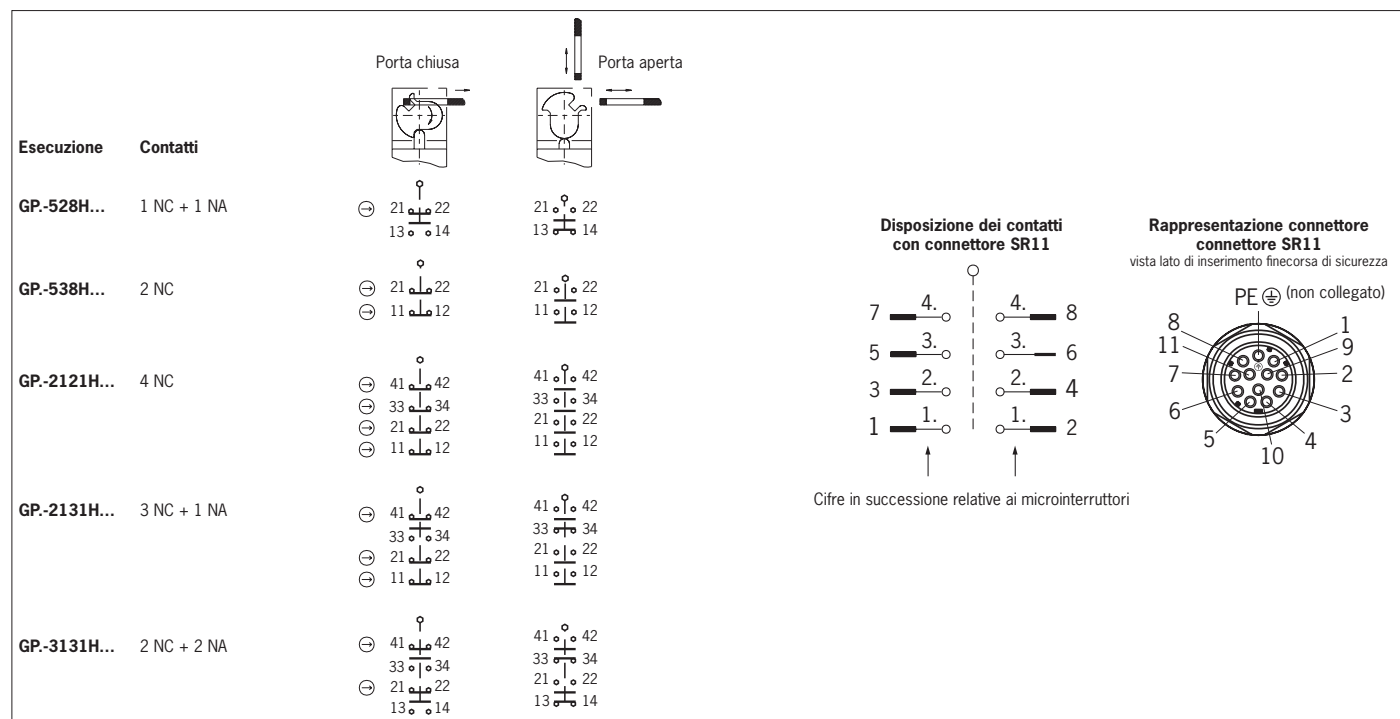

Fig. 3: Microinterruttori e commutazioni
Occorre utilizzare almeno un contatto (↻). Questo segnala la posizione del riparo (per la disposizione dei contatti vedere Fig. 3).
3. Collegare e serrare i morsetti con una coppia di 0,5 Nm (per la disposizione dei contatti vedere Fig. 3).